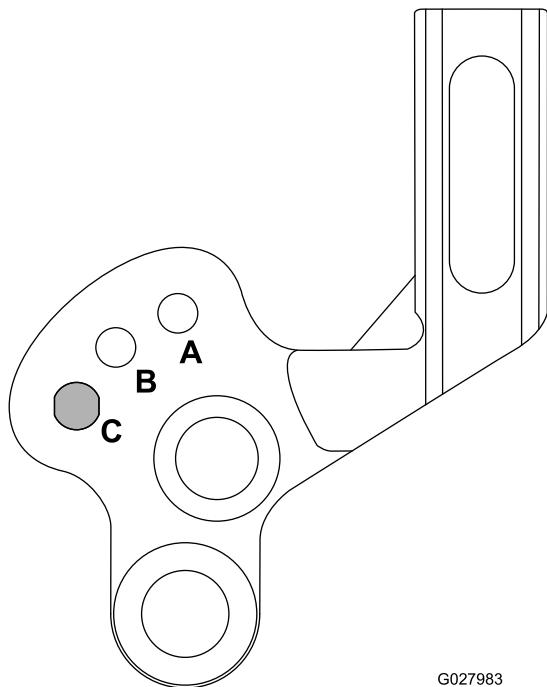

Figura 20
- B. Mueva los brazos hacia arriba o hacia abajo a la posición A o B (Figura 20).
Si usted va a segar sin acondicionador o necesita transportar la máquina, eleve el molinete acondicionador a su posición elevada de transporte, según se muestra en Figura 20.